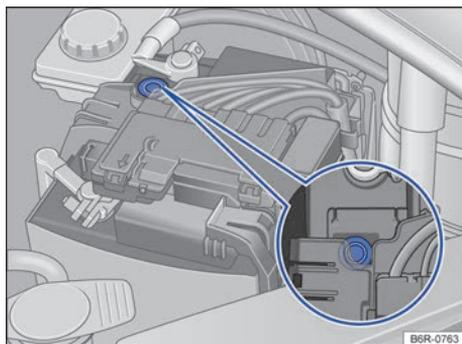

Fig. 140 En el compartimento del motor: ejemplo de posición del visor en el lado superior de la batería del vehículo.
- El visor redondo → fig. 140 en la parte superior de la batería del vehículo cambia de color dependiendo del nivel del electrolito.